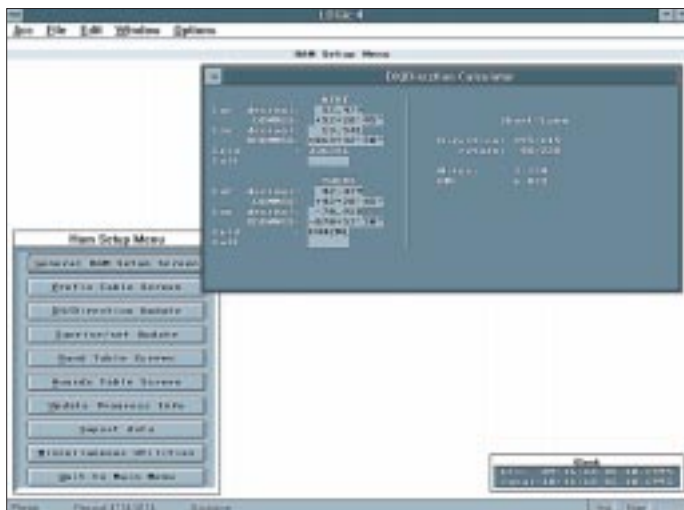

Bild 5: Jederzeit stehen unter „Acc“ noch ein paar Utilities, z. B. Kalender oder diese Entfernungsberechnung zur Verfügung.
Bild 5: Der Programmierer für den „Knopf“. Links die Halterung für die drei Batterien, rechts außen die Halterung für den Knopf. Der Knopf wird unten oder oben eingesteckt, abhängig davon, ob geschrieben oder testweise gelesen wird.
- Der Typ BASIC-Briefmarke „Knopf“ (Bilder 3 und 4) ist der kleinste Computer mit dem Kern der obigen Typen, in SMT (SM-Technology) ausgeführt und ohne die Steckverbindung extrem flach; Abmessungen 19 mm x 18 mm x 10 mm (L x B x H). Die vierzehnpolige Steckverbindung an der Unterseite enthält die elf Steuer- und drei PC-Kontakte. Auch dieser Typ wird auf vorhandene Leiterplatten gesteckt. Für diese BASIC-Briefmarke gibt es einen speziellen Programmierer, siehe Bild 5. Man kann sich auch helfen, indem man die Betriebsspannung über separate Buchsenleisten zuführt und die dreipolige Steckverbindung zum PC herstellt.
- Neu ist die BASIC-Briefmarke „II“ mit den Kenndaten (in Klammern die kleine Briefmarke „Knopf“): 16 universelle I/O-Leitungen (8); 2048 Byte EEPROM (256); max. 600 BASIC-Befehle (80); 20 MHz Taktfrequenz (4); bis zu 9600 Baud seriell (2400); 24-Pin-DIP (18); serieller PC-Anschluß (parallel). Der Kommandoumfang wurde ergänzt durch: LCD-Display-Support; Unterstützung einer Tastaturmatrix; DTMF-Kodierung/Dekodierung; X10-Übertragung; Unterstützung externer Echtzeit-Chips. Auch hier ist der EEPROM beliebig oft programmierbar.